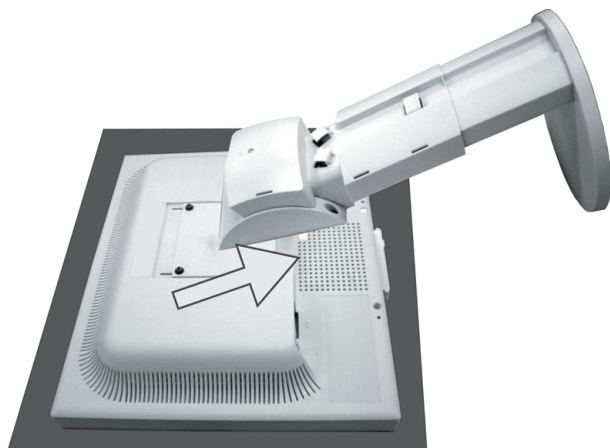

Figura S.3
5. Sollevare il supporto per sganciare i ganci superiori e rimuovere il supporto (**figura S.3**).